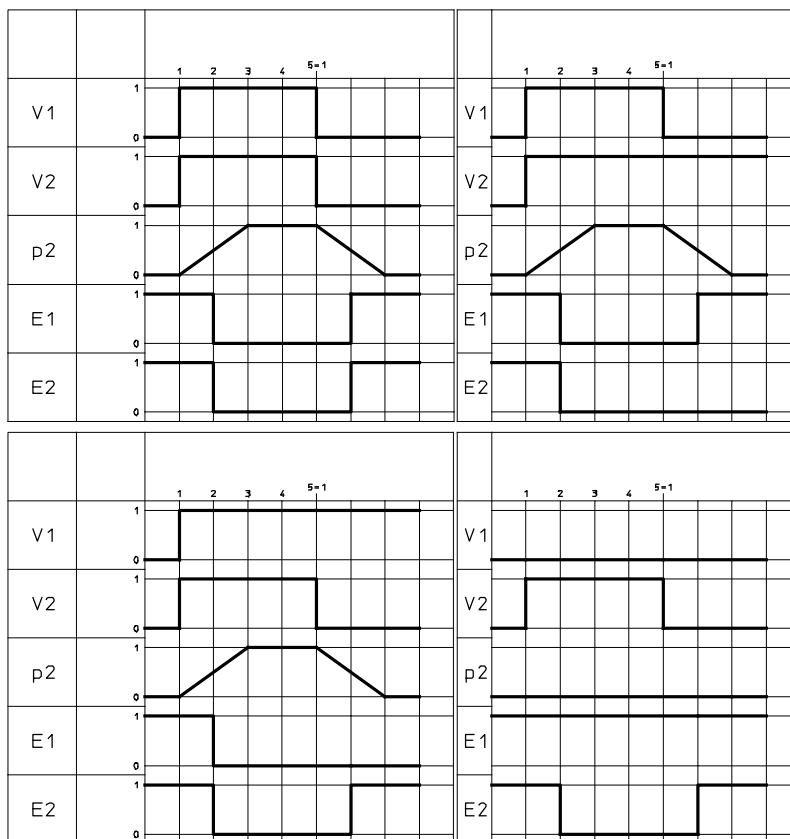
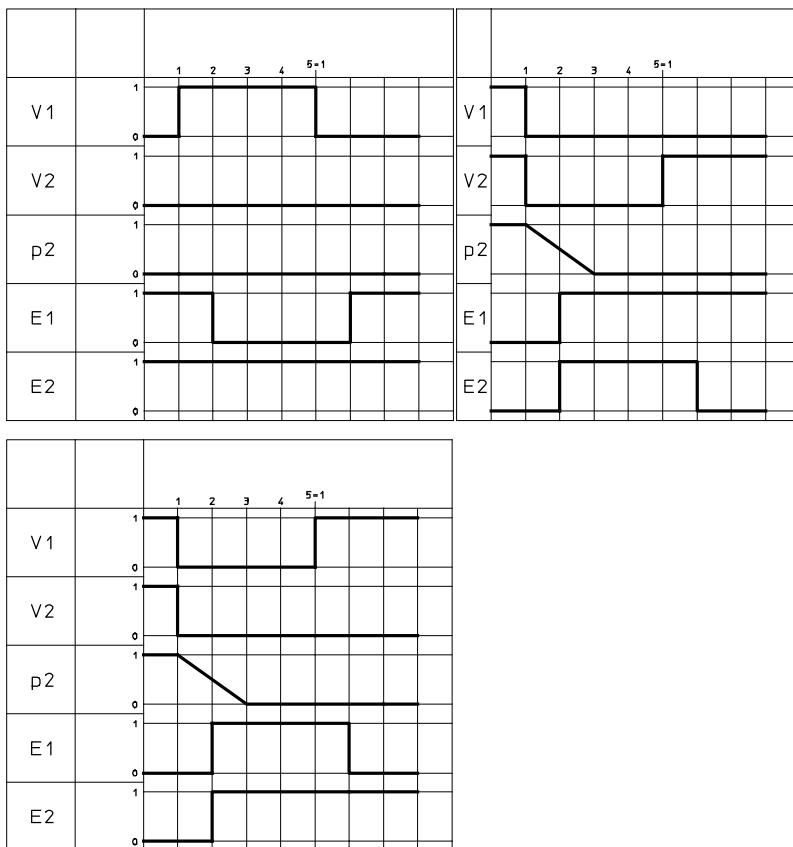

Fig. 7 Funktionstest, steg 1 till 4
Fig. 8 Funktionstest, steg 5 till 7
3. Kontrollera alla kopplingslägeskombinationer för styrblockets två 5/2-vägs magnetventiler V1 och V2 och signalerna från lägesgivare E1 och E2 (här: PNP-lägesgivare) med hjälp av följande arbetssekvens (→ Fig. 7 till Fig. 8).